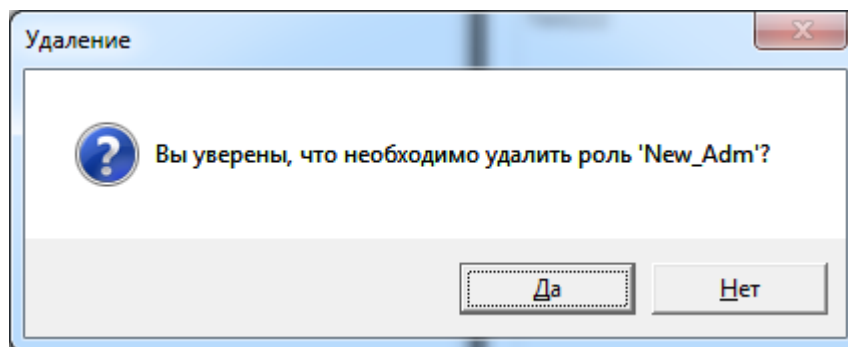

Рис. 30 Окно «Удаление»
- в появившемся окне «Удаление» (рис. 30) подтвердить удаление нажатием кнопки «Да».